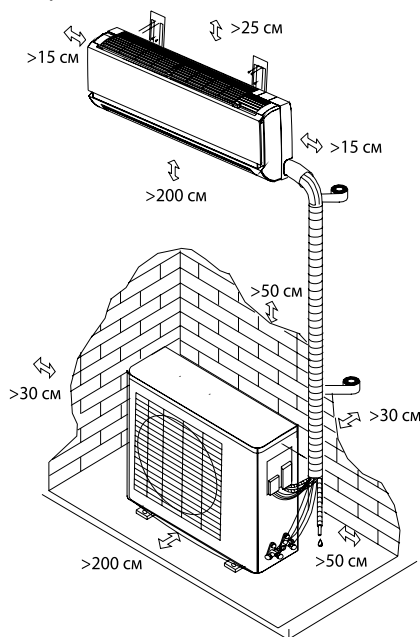

Рис. 1
- Проверьте расстояния для установки, как показано на рис. 1.
- Проверьте расстояния для установки, как показано на рис. 1